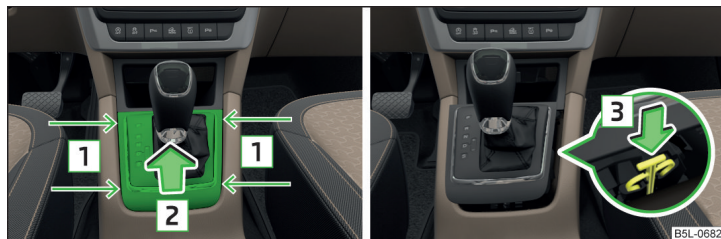

Fig. 190 Déverrouillage de secours du levier sélecteur
- Insérer un tournevis à bout plat dans la fente de la zone de la flèche **1** » fig. 190 et soulever le cache dans le sens de la flèche **2**.